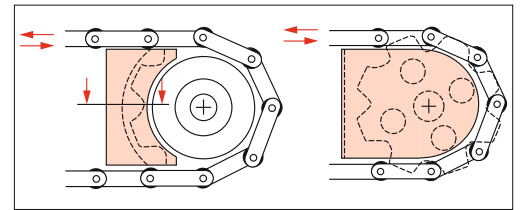

Bild 6: Gesicherte Auflaufstellen bei einem Kettentrieb.
z. B. Verschalung oder bei Kettentrieben Sicherung der Auflaufstellen (Bild 6)